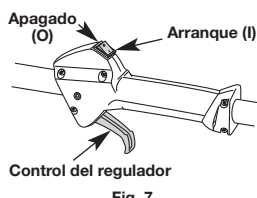

Fig. 7
**NOTA:** No hay necesidad de encender la unidad. El Control de Parada Arranque y Apagado está en la posición Arranque (I), en todo momento (Fig. 7).
**SI...** tras varios intentos el motor no logra arrancar, coloque la palanca del obturador en la **Posición 3**, oprima la traba del regulador hacia adentro y apriete el control del regulador. Oprima y sostenga oprimido el botón ENCENDIDO (ON) del arranque eléctrico durante intervalos de 2 segundos hasta que la unidad arranque.
**SI EL MOTOR ESTÁ CALIENTE...** coloque la palanca del obturador en la **Posición 2**, la pera del cebador **10** veces oprima el control del regulador, y apriete y mantenga apretado el botón de ENCENDIDO (I) del arrancador eléctrico o taladro durante 2 segundos, hasta que la unidad arranque. Ponga a funcionar la unidad de 2 a 5 minutos. La unidad se puede usar en este momento. Luego, mueva la palanca del obturador a la **Posición 3**.
2. Oprima y mantenga oprimido el control de encendido y apagado en la posición de APAGADO (O) hasta que el motor se detenga por completo (Fig. 7).